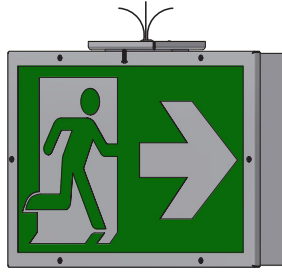

Figure 2
2. Monter solidement en place l'ENSEIGNE RM d'après le schéma de montage mural fourni. (figure 2)